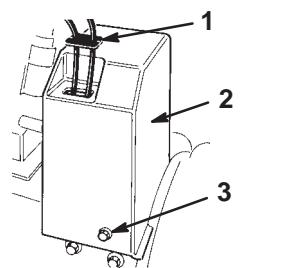

Figure 5
1. Protection de câble	3. Boulon à embase (3)
15. Enfilez la protection sur les câbles et dans l'orifice du couvercle de courroie (Fig. 5).